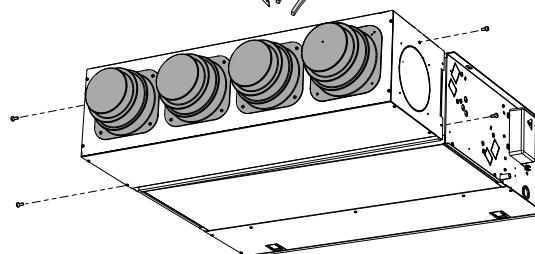

Abb. 3
- Zubehör PM_V an der Auslassöffnung der Einheit mit vier der mitgelieferten Schrauben befestigen (Abb. 3).